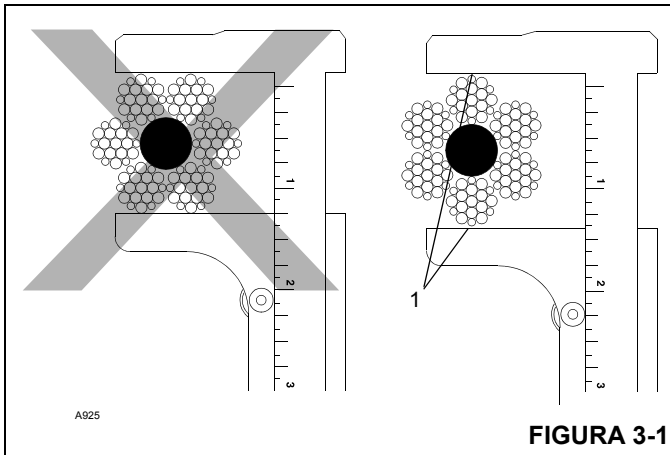

FIGURA 3-1
- Mida el diámetro del cable entre las coronas (1) de las trenzas para determinar si el cable se ha dañado; consulte la Figura 3-1.